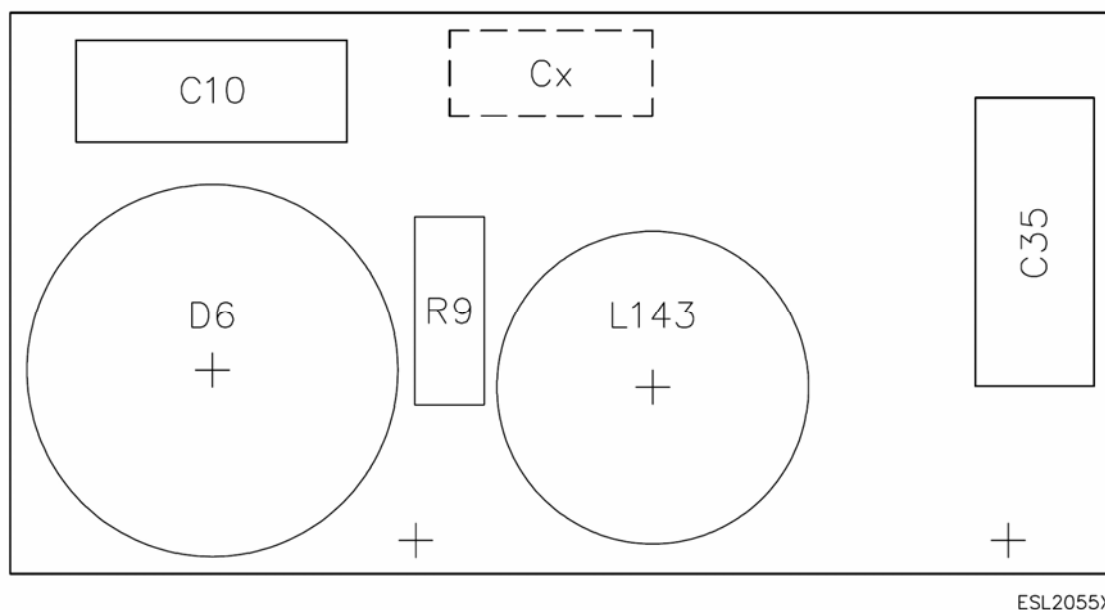

Рисунок 4.57. Сторона установки элементов на печатной платы в устройстве типа YWX111-11/-21. (от HESG 437 807)
- Рис. 4.57 Сторона установки элементов на печатной плате в устройстве типа YWX111-11/-21